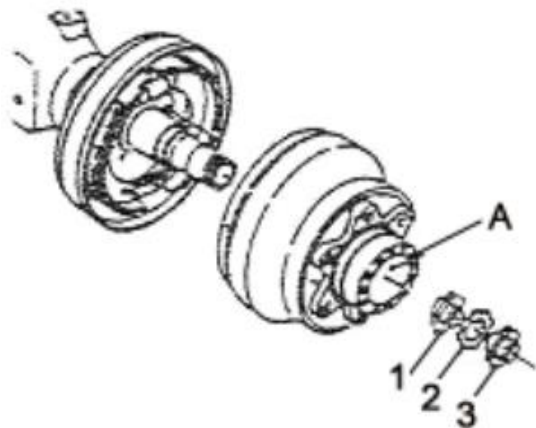

Рисунок 2-4. Добавление смазки.
1.4.1. Заполните ступицу колеса 100мл консистентной смазки, а затем закрепите ее на оси, см. рис. 2-4.